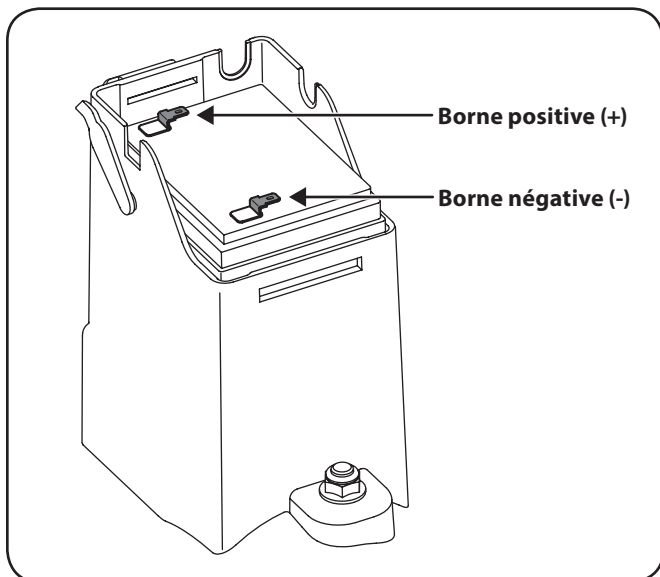

Figure 7-3
3. Installez la batterie neuve. Branchez d'abord le câble positif (rouge) à la borne positive de la batterie, puis le câble négatif (noir) à la borne négative. Voir Figure 7-3.